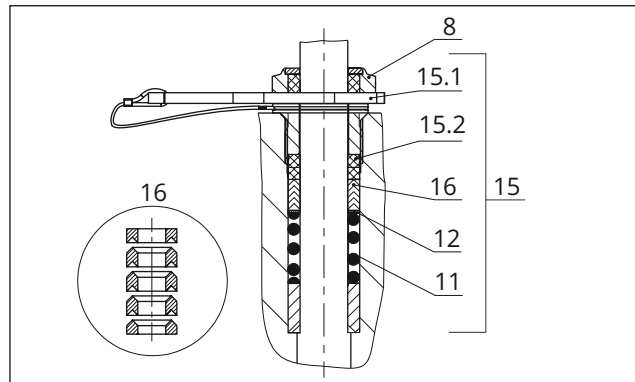

Bild 31: ADSEAL-Packung
- Feder (11)
- Unterlegscheibe (12)
- Packungsringe (16)
4. Rote Distanzscheibe (15.1) zwischen Gewindebuchse (8) und Haltering einfügen, vgl. Bild 31.